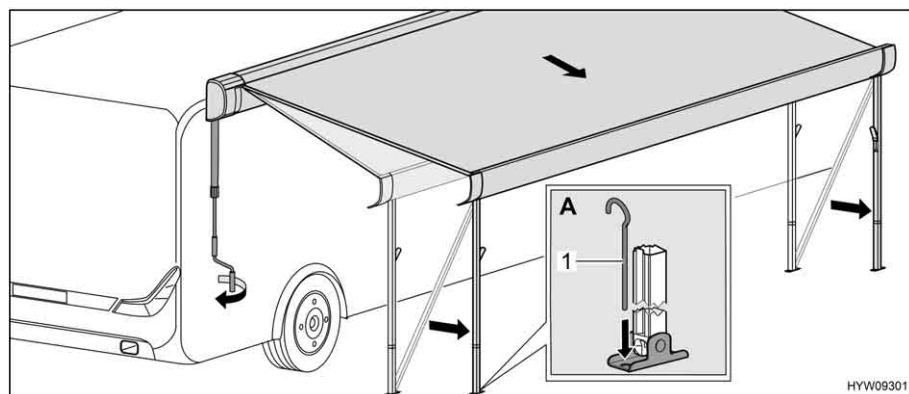

Fig. 51 Collocazione della tenda nella posizione finale
- Servendosi di puntelli (Fig. 51,1), fissare a terra i montanti di supporto (Fig. 51,A).